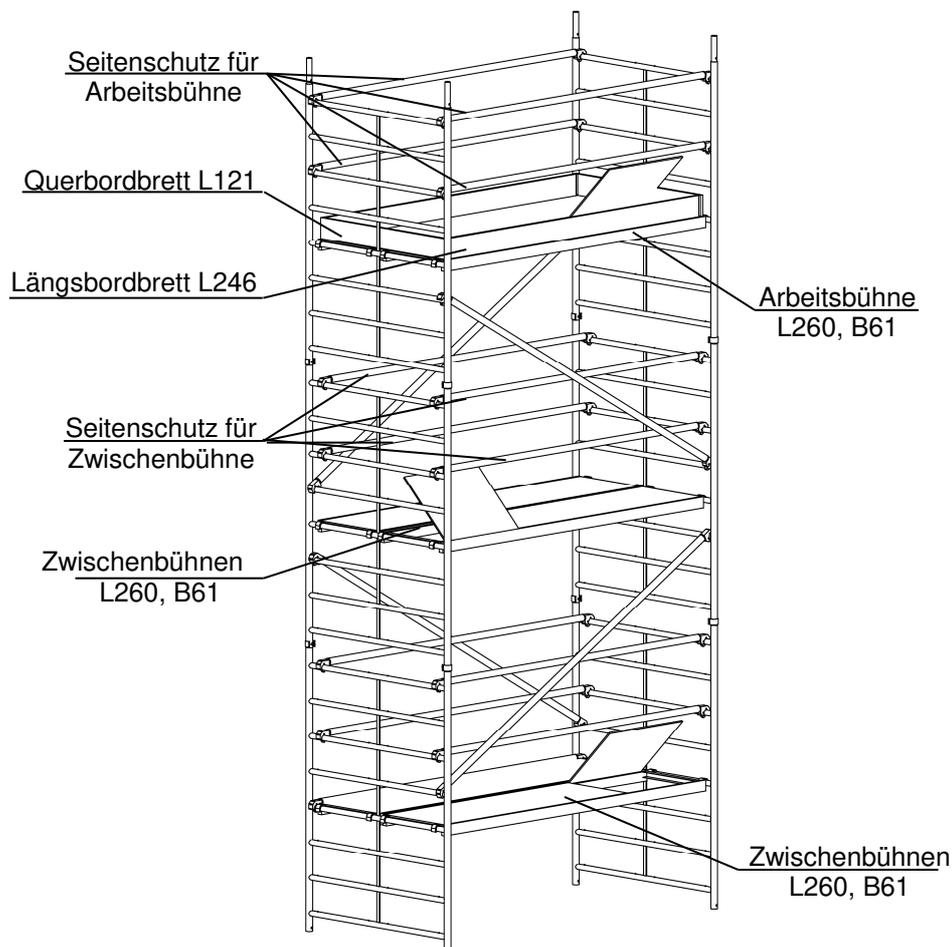

Bild 11: Oberer Gerüstbereich mit Arbeitsbühne
- Oberhalb der Zwischenbühne die nächsten Aufsetzleitern und Vertikaldiagonalen wie bereits zuvor beschrieben und in Bild 11 dargestellt montieren.